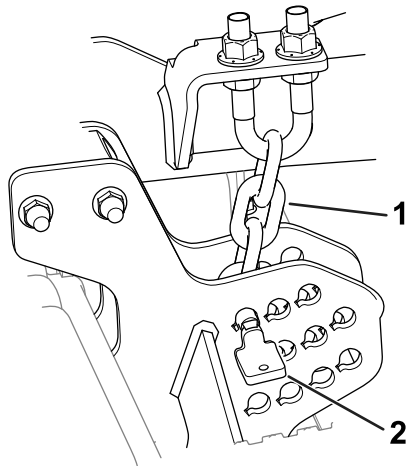

Figure 19
- 2. Retirez les goupilles de hauteur de coupe (Figure 19) des plaques latérales de l'unité de coupe